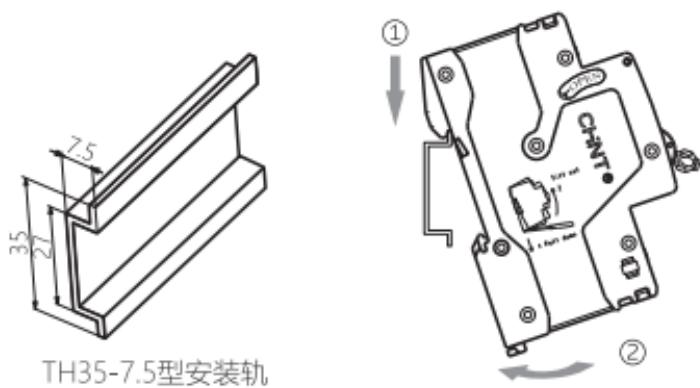
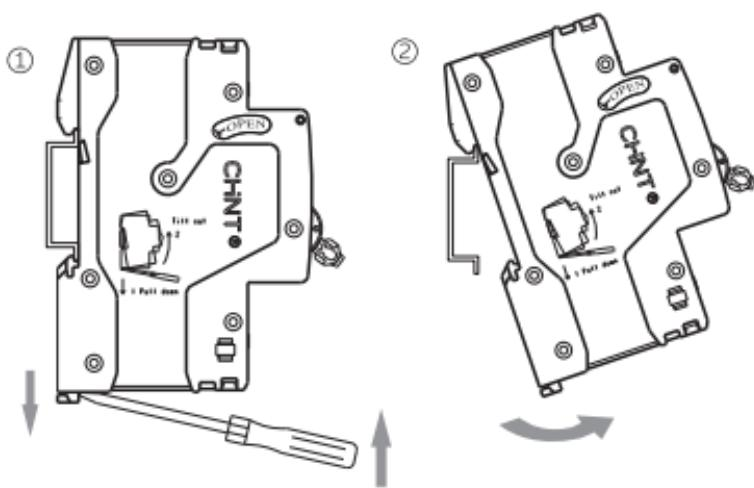

图3 安装示意图
图4 拆卸示意图
5.2 采用TH35-7.5型安装轨安装，安装、拆卸如下图3、图4